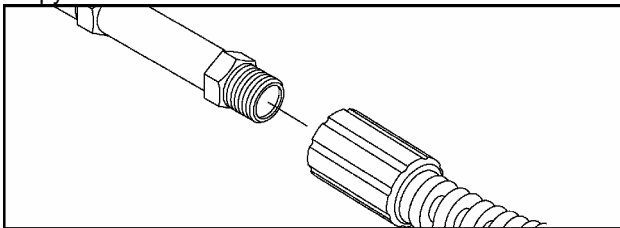

Рис. 5. Подсоединение шланга высокого давления к выпускному отверстию мойки
2. Установите другой конец шланга высокого давления к выпускному отверстию мойки (рис. 5). Затяните рукой.